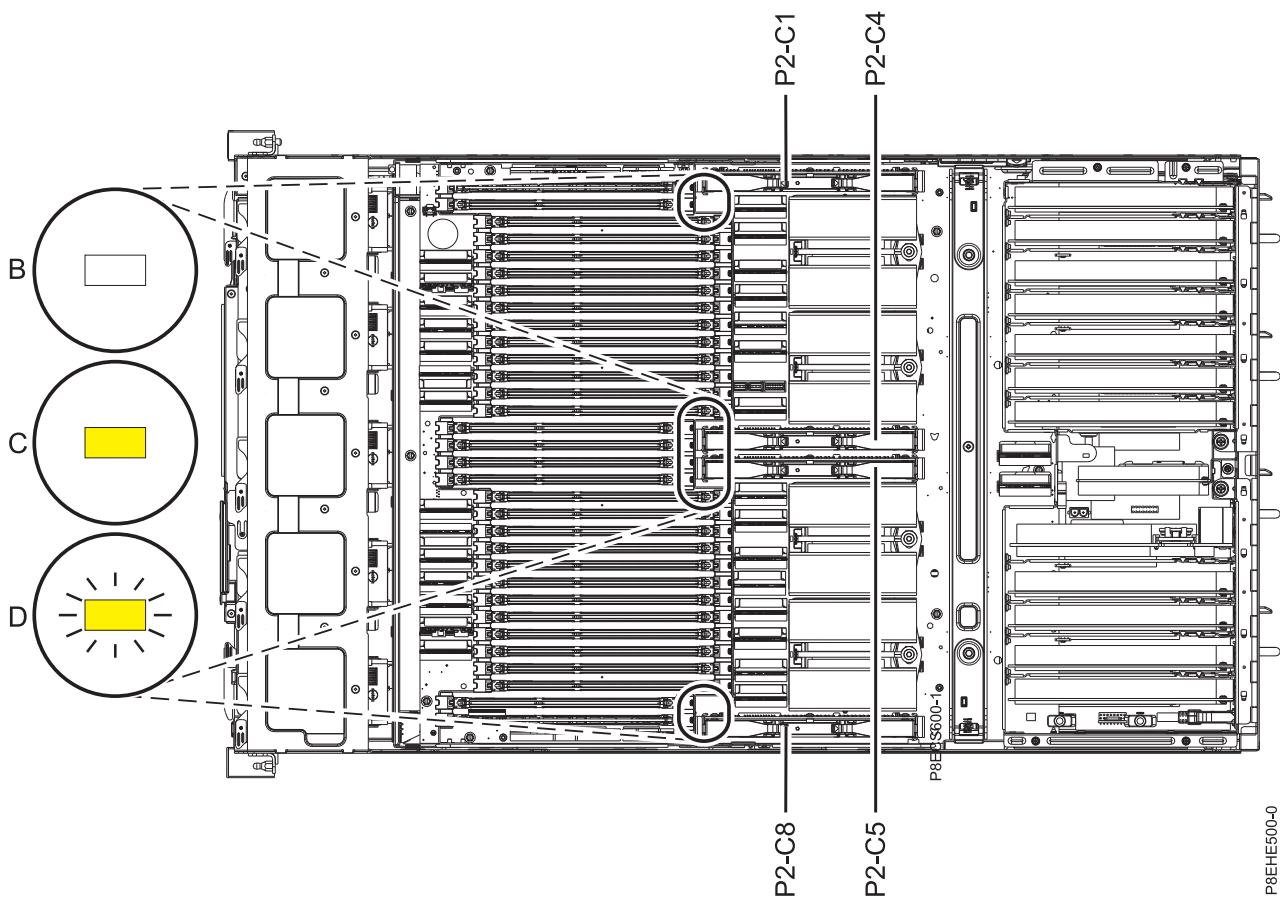

Figure 11. Emplacement des régulateurs de tension de processeur et des voyants correspondants dans le système 8408-E8E
3. Repérez le voyant du régulateur de tension de processeur. La figure 11, à la page 20 illustre l'emplacement du régulateur de tension de processeur et des voyants correspondants.
- (B) Indique que le régulateur de tension de processeur fonctionne correctement. Le voyant orange est éteint.
- (C) Désigne un régulateur de tension de processeur défaillant. Le voyant orange est allumé en continu.
- (D) Désigne un régulateur de tension de processeur défaillant ayant été sélectionné à l'aide de la fonction d'identification. Le voyant orange clignote.